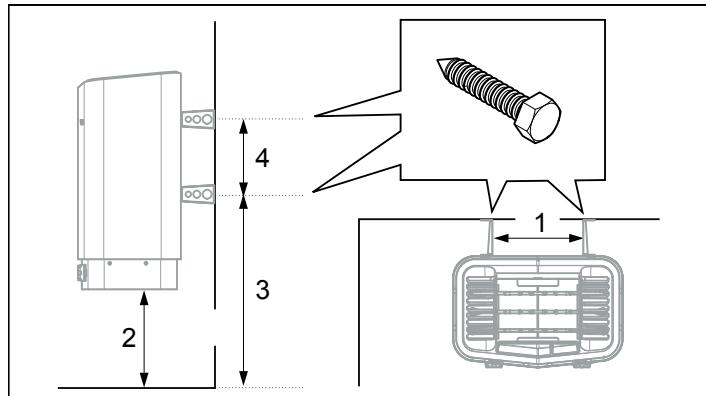

Рисунок 8: Определение размеров
- 6.** Разместите винты кронштейнов согласно указанным размерам see Рисунок 8.